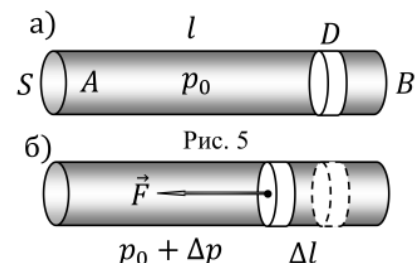

Рис. 5
Рассмотрим идеальный газ под давлением p_0 в неподвижной гладкой трубе AB длиной l и площадью поперечного сечения S , запертый подвижным герметичным поршнем D (Рис. 5, а)).
1. Приложим к подвижному поршню силу F , сжимающую идеальный газ (Рис. 5,б)). Пусть под действием этой силы поршень сместился влево на Δl ($\Delta l \ll l$), а давление газа увеличилось до значения $(p_0 + \Delta p)$, причем $\Delta p \ll p$. Используя (1) и (2), выразите модуль Юнга E газа внутри трубы через величины $(\Delta p, \Delta V, V)$, где $\Delta V = S\Delta l$ есть изменение объема газа под действием силы, а $V = Sl$ – начальный объем газа. 2. Примем во внимание, что при распространении волн (в том числе и звуковых) отсутствует перенос вещества, т.е. масса выделенного объема газа в процессе сжатия (растяжения) остается постоянной ($m = \rho V = \text{const}$) при малых изменениях объема ΔV и плотности $\Delta \rho$ газа. Используя ранее полученные результаты, докажете универсальную формулу для скорости звука в газах (и жидкостях) в виде $c = \sqrt{\frac{\Delta p}{\Delta \rho}}$, где Δp – изменение давления газа при его сжатии (разрежении), а $\Delta \rho$ – соответствующее
1. Приложим к подвижному поршню силу F , сжимающую идеальный газ (Рис. 5, б)). Пусть под действием этой силы